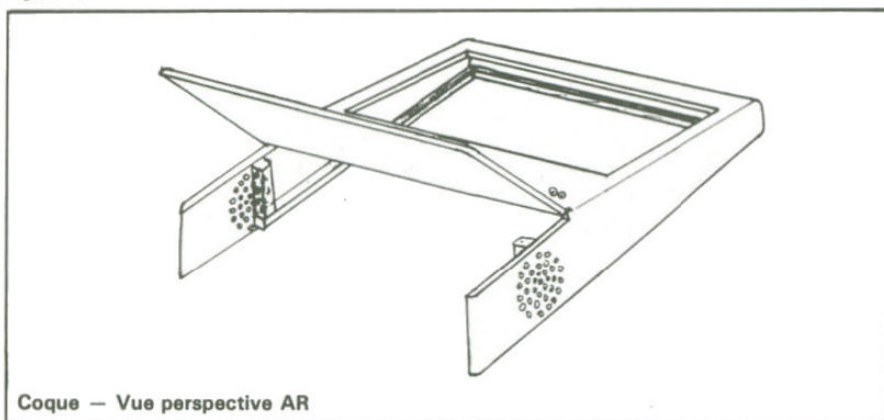

Figure 4
• La coque (figure 4). Elle comporte :